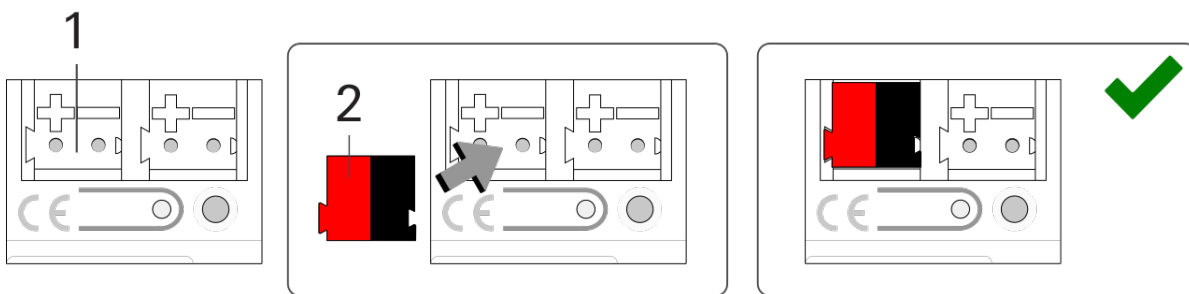

Bild 9: Busleitung anschließen
2. Verbinden Sie die KNX/TP-Busleitung (nachfolgend Busleitung genannt) mit dem KNX Anschluss des Geräts (Bild 9, Pos. 1) mittels beigefügter Busanschlussklemme (Bild 9, Pos. 2). Polung: links/rot: „+“, rechts/schwarz „-“.
- a. Stecken Sie die Busanschlussklemme (Bild 9, Pos. 2) auf.